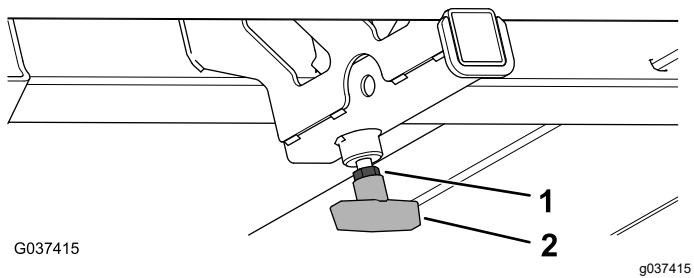

Bild 10
- 8. Ziehen Sie die Klemmmutter (3/8") ganz gegen den T-Griff an (**Bild 10**).